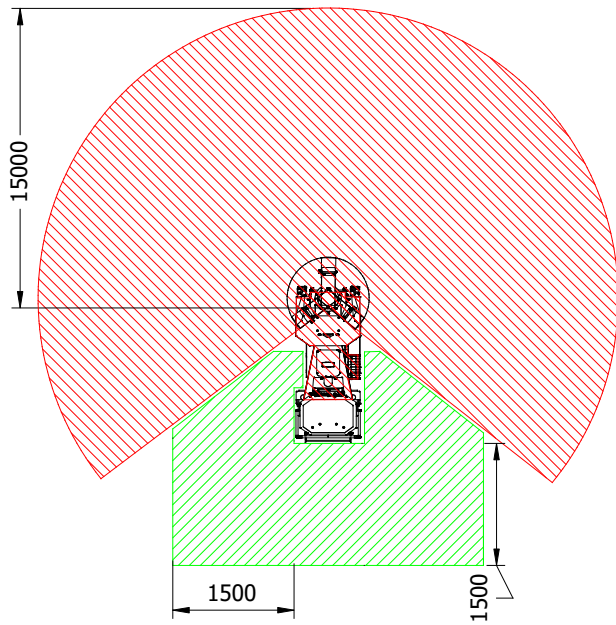
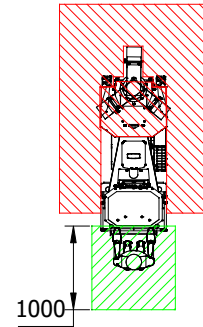

Abb. 5-3 – Bedienerbereich und Gefahrenzonen während des Einsatzes (nicht maßstabgetreue Zeichnung)
Abb. 5-4 – Bedienerbereich und Gefahrenzonen während des Transports/Fahrbetriebs (nicht maßstabgetreue Zeichnung)
- sich in seinem Bereich (*Bedienerzone*) befindet, grün hervorgehoben in Fig. 5-3 und Fig. 5-4;
In jedem Fall sind unter normalen Arbeitsbedingungen Restrisiken immer nur innerhalb der in Fig. 5-3 oder Fig. 5-4 rot markierten *Gefahrenbereiche* vorhanden.